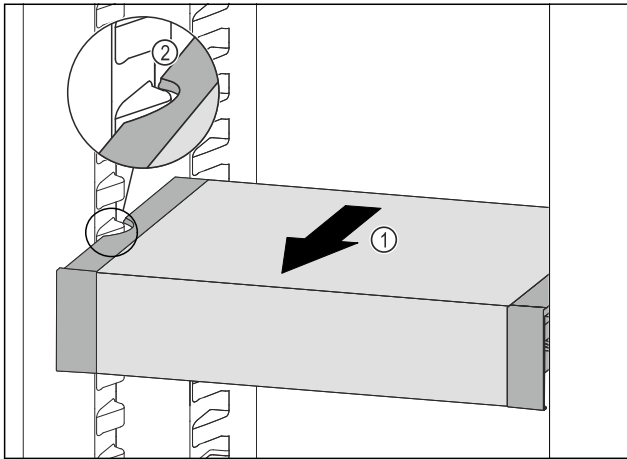

Fig. 229
- ▶ VarioSafe nach vorne ziehen Fig. 229 (1), bis sich die seitlichen Aussparungen des VarioSafes auf Höhe der Behälterrippe im Kühlteil befinden. Fig. 229 (2)